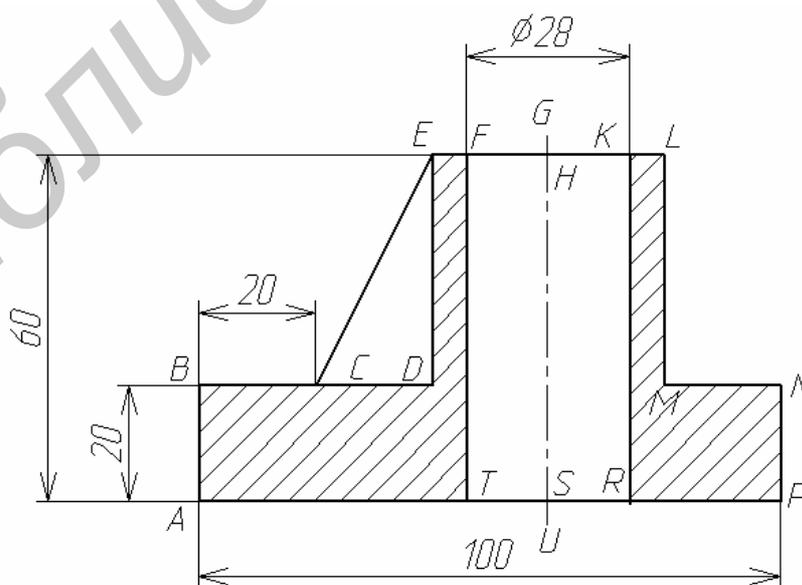

Рис. 13. Главное изображение
Сформируем главное изображение (рис. 13), составленное из отрезков.
Построение горизонтальных и вертикальных отрезков. Построим на слое **0** линии видимого контура главного изображения (см. рис. 13) без отрезка **СЕ**.
3. На первый запрос в командной строке **Первая точка**: переместим курсор приблизительно в т. **A** (найдите ее на рис. 13) и щелкнем левой кнопкой мыши для ее фиксации.
Для построения границ отверстия диаметром 28 мм (см. рис. 13):